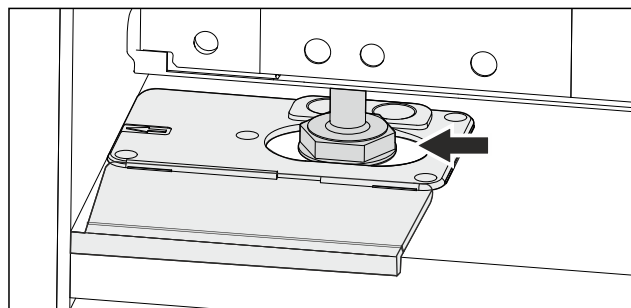

Fig. 45
- Justere apparatet via de justerbare føttene. Fig. 45 ()